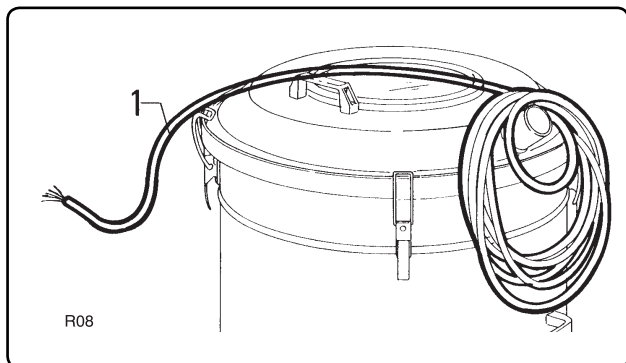

Fig. 5.2.1
5.2 - Conexão à fonte de alimentação (fig. 5.2.1)
O aspirador está equipado com cabo “1” fig. 5.2.1. Este cabo não tem ficha.